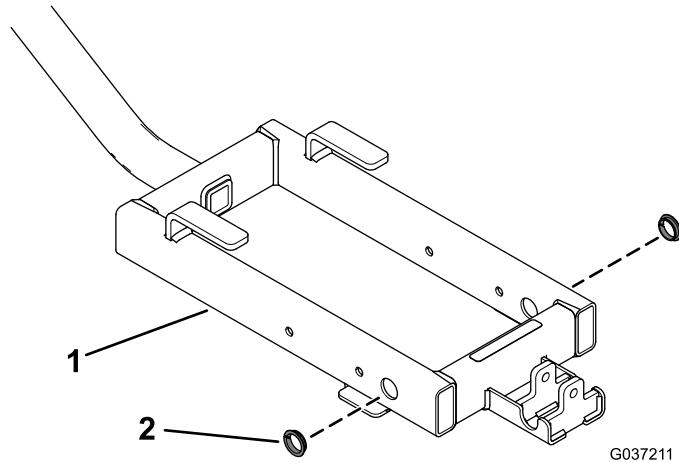

Рисунок 2
- Установите две втулки с зажимами на монтажную раму разбрасывателя (Рисунок 2).